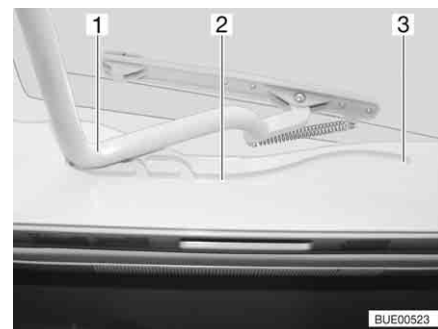

Fig. 43 Oblò Heki, guida
- Tirare la staffa (Fig. 43,1) nelle guide (Fig. 43,2) fino alla posizione più all'indietro (Fig. 43,3).
- Spingere la staffa (Fig. 43,1) leggermente verso l'alto con ambedue le mani.
- Tirare la staffa nelle guide (Fig. 43,2) fino alla posizione desiderata.